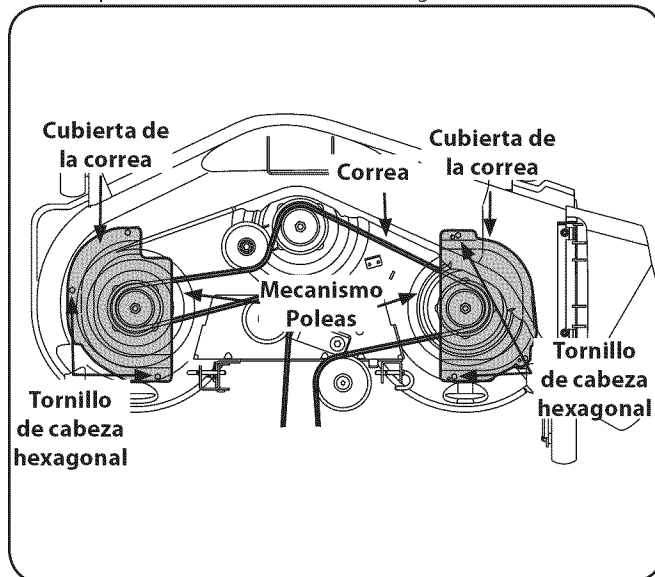

Figura 7-7
3. Instale la nueva correa alrededor de las poleas del husillo tal como se muestra en la Figura 7-7 y vuelva a instalar las cubiertas de la correa.